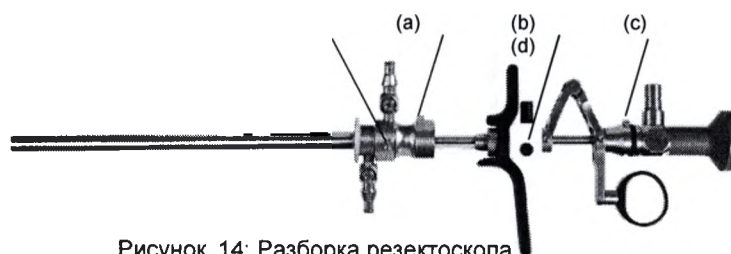

Рисунок 14: Разборка резектоскопа
6. После проведения хирургической операции нужно разобрать резектоскоп в обратном порядке. Нажимать на соответствующие кнопки на механизмах блокировки для отделения компонентов от резектоскопа (см. Рисунок 14).